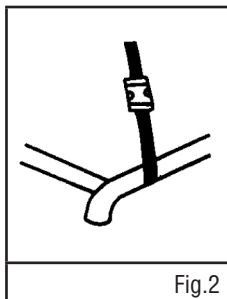

Fig.2
1. Méthode au niveau du rail : Enroulez les sangles autour des rails transversaux et latéraux. Fixez les boucles et serrez toutes les sangles solidement et de manière uniforme. Voir la figure 2.